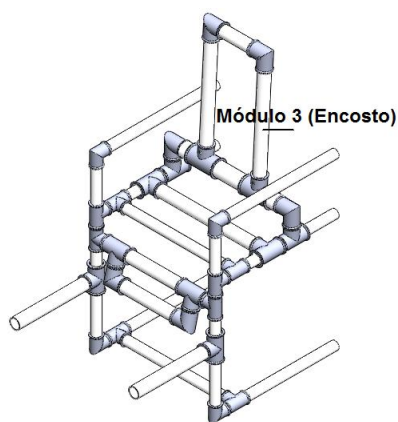

Figura 47. Montagem Final – Passo 20
- Passo 20: Coloque o módulo 3 (Encosto) nos canos 376X32 mm do conjunto montado no passo 14, como mostrado na figura 47 (1 unidade);